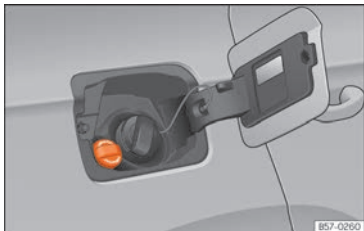

Abb. 308 Verschlussdeckel des AdBlue-Tanks
- Öffnen Sie die Tankklappe »» Abb. 308.
- Verschlussdeckel SCR-Einfüllstutzen nach links drehen »» **Abb. 308.**